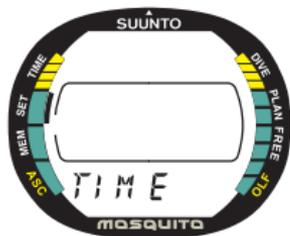

Fig. 4.2 Modo Ajuste de la hora.
- 1/ Desde el Modo Ajuste presione el botón **S** y seleccione el ajuste de la hora (TIME) (Fig. 4.2).